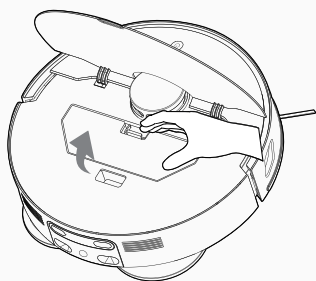

Fig. 8
2. Abra a tampa superior do robot, pressione e segure o botão de liberação do depósito de pó para o remover. [Fig. 8]